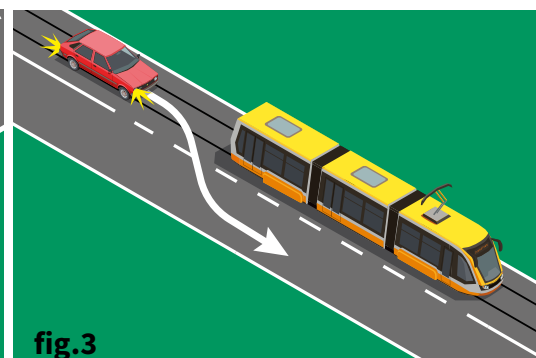

fig.3
- ▶ po parakaloni një tramvaj që lëviz në mesin e rrugës, ose ka ndaluar në stacion, për të zbritur pasagjerët (vetëm kur stacioni është i pajisur me shpëtuese trafiku - fig. 3.)
- ▶ mjetet që po parakalohen (fig. 3);